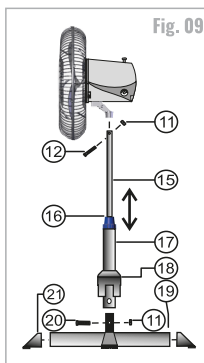

Fig. 09
Encaixe as sapatas (21) na base. Coloque a canopla (18) na coluna 2 (17), encaixe a coluna 2 na base (19), fixe com o parafuso (20) e porca (11) conforme fig. 09.
Coloque o acoplamento (22) na coluna 1 (15), fixando-o com o parafuso (12) e a porca (11), conforme fig. 09